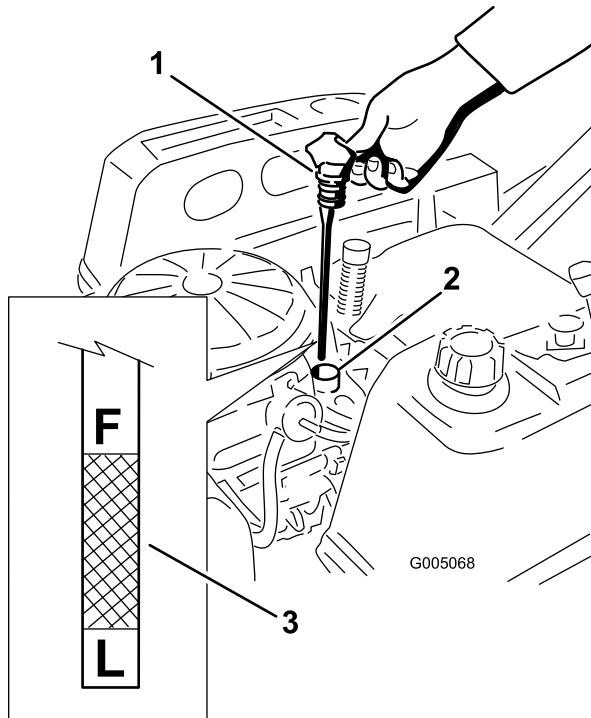

Figura 32
4. Puxe e retire a tampa/vareta; limpe o óleo. Volte a inserir a vareta e empurre-a firmemente para o lugar (Figura 32).
5. Retire a vareta e verifique o nível de óleo. (Figura 32). O nível de óleo deve atingir a marca, mas não ultrapassar, a marca F na vareta.
7. Rode a válvula de drenagem 1/4 no sentido contrário aos dos ponteiros do relógio para abrir e deixar o óleo drenar (Figura 34). Remova a tampa/vareta (Figura 32).
14. Coloque lentamente cerca de 80% da quantidade de óleo especificada no bocal de enchimento do óleo (Figura 32).
15. Volte a colocar a tampa de enchimento/vareta e empurre-a firmemente para o lugar (Figura 32).
16. Verifique o nível de óleo (Figura 32); consulte a secção Verificação do nível do óleo.
18. Volte a colocar a tampa de enchimento/vareta e empurre-a firmemente para o lugar (Figura 32).